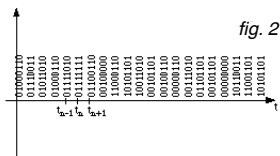

fig. 2
- Mode parallèle : sur plusieurs fils (Fig. 2)